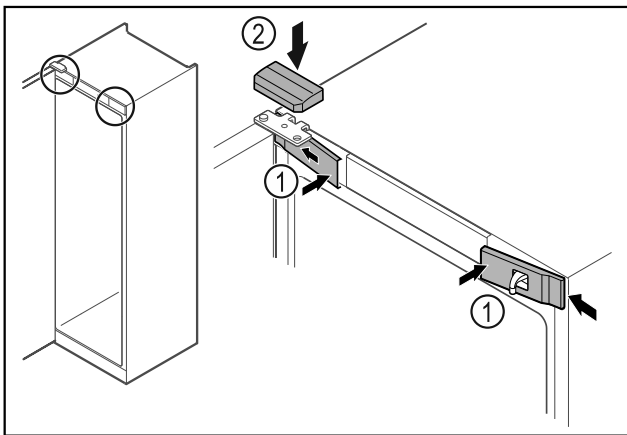

Fig. 47
- ▶ Vordere Abdeckungen Fig. 47 (1) seitlich einhaken und aufrasten.
- ▶ Obere Abdeckung Fig. 47 (2) von oben aufrasten.